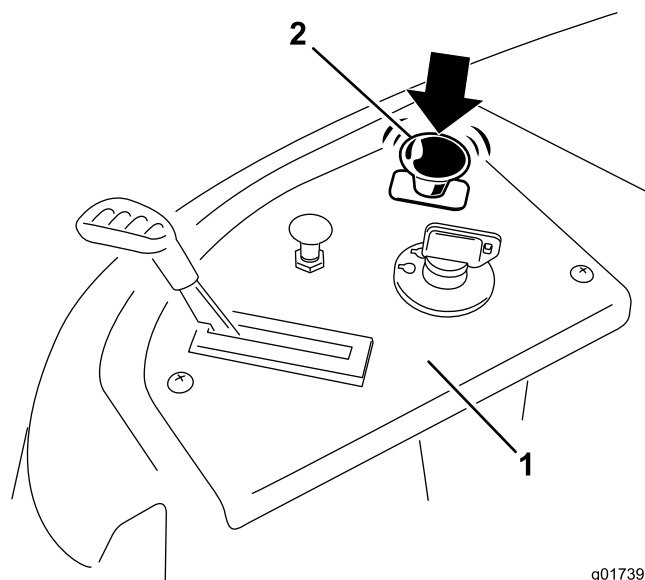

Figure 16
Appuyez sur la commande des lames pour la placer en position désengagée et désengager les lames (Figure 16).
1. Désengagez les lames en plaçant la commande des lames en position Désengagée (Figure 16).